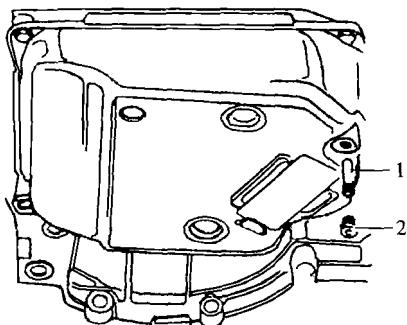
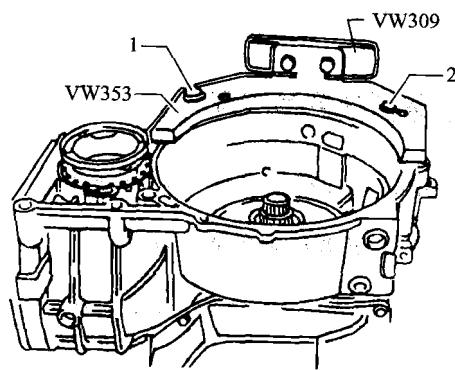

图 5-11 拆下自动变速器 ATF 溢流管和螺塞
图 5-12 固定自动变速器
- (2) 拆下自动变速器ATF溢流管1和螺塞2,将ATF排放到容器中,如图5-11所示。
- (3) 关闭自动变速器油冷却器油口。拆下液力变矩器。
- (4) 用螺栓1和2将自动变速器固定到翻转架上,如图5-12所示。